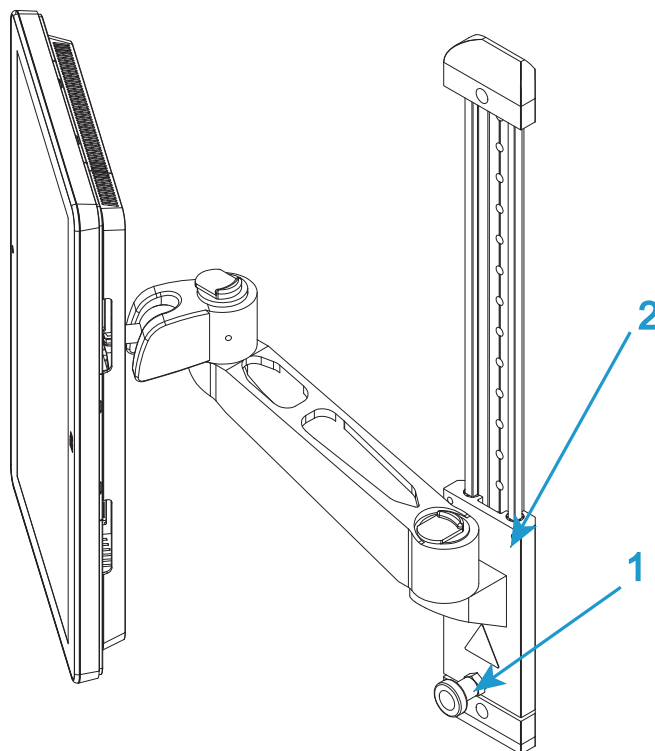

図11. 高さの調整
1. 様々なオペレータが快適に使用できるようにBluehill® オペレータ ダッシュボードの高さを調整することができます。ロック (49 ページの 図 11 の 1) を緩め、取り付けアーム (49 ページの 図 11 の 2) を希望の高さにスライドします。ロックを再び締め付けます。